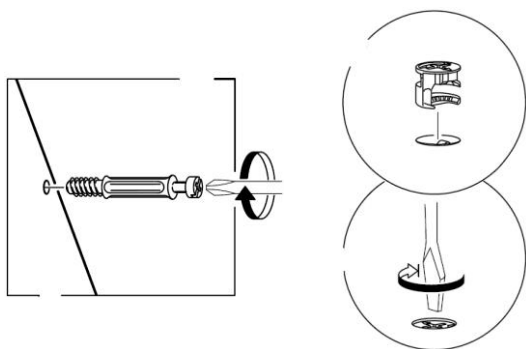

Рис. 1
2. В установленные муфты эксцентриковых стяжек на царгах левой, правой и ножной ввернуть дюбели, в соседние отверстия установить шканты (рис.1).